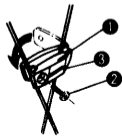

Abb. 7
- ① Magnet
- ② Schraube
- ③ Markierungslinie
- ④ Sensor
- ⑤ Sensorband
- ⑥ Schraube
- ⑦ Gummipolster
- ⑧ Markierungslinie
- (1) Den Magnet an die rechten Speichen des Vorderrades ankleben (Abb. 7)